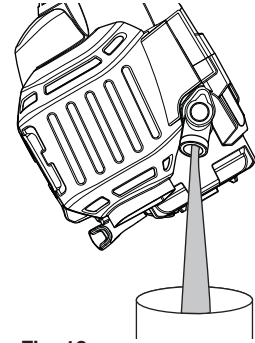

Fig. 13
- Faites basculer l'appareil verticalement pour déverser l'huile de l'orifice de remplissage dans un récipient (Fig. 13). Prévoyez suffisamment de temps pour une vidange complète.